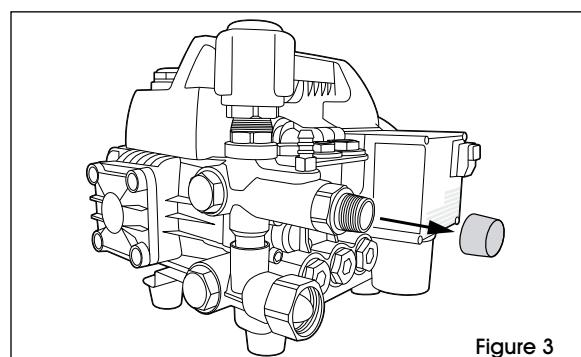

Figure 3
1. Enlevez le bouchon rouge du raccord du tuyau comme indiqué. (Voir Figure 3)